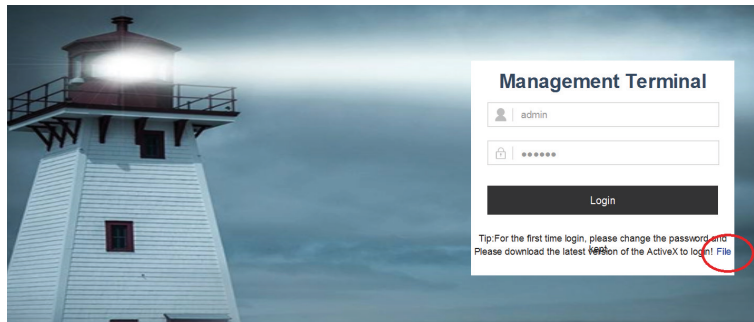

Fig.7
- click the link below the „Login” button (Fig.7)